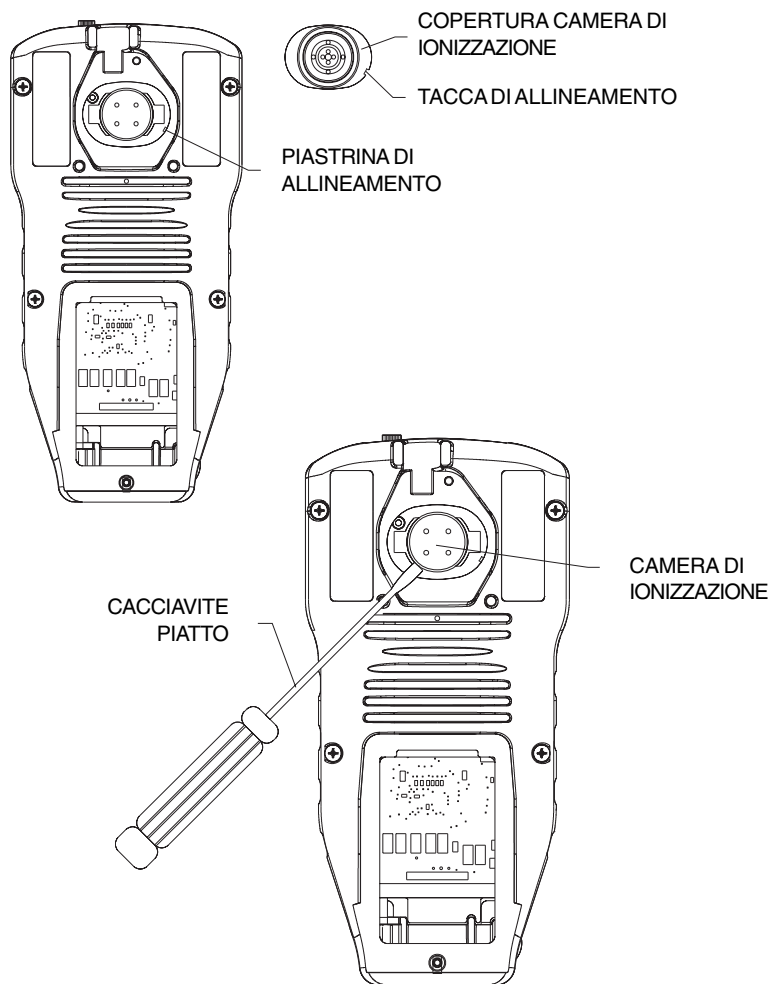

Figura 21:
3. Rimuovere delicatamente il gruppo di copertura della camera di ionizzazione (vedere Figura 21) dallo strumento e riporlo su una superficie pulita e priva di pelucchi.
4. Con un piccolo cacciavite piatto, rimuovere delicatamente la camera di ionizzazione dal supporto della cella ed eliminarla (Figura 21).